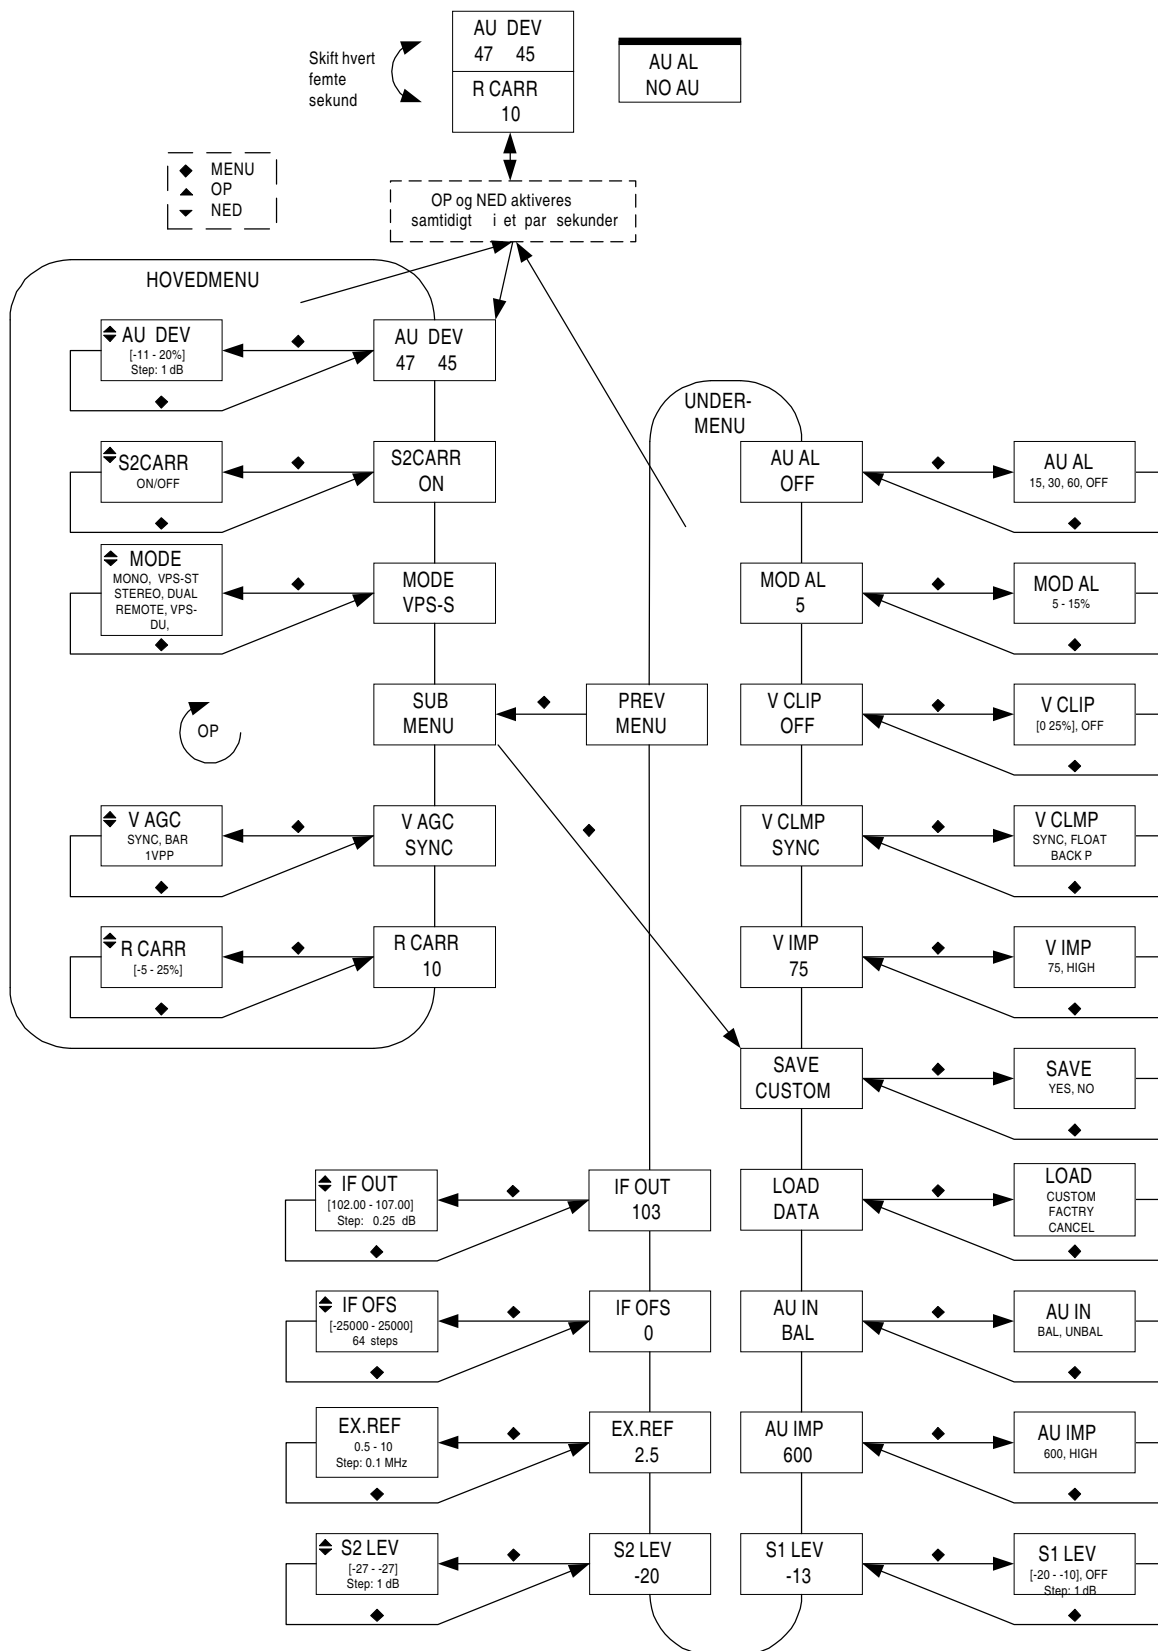

Fig. 5 Menustruktur
2. Derefter vil modulatorene stå i menupunktet AU DEV, som illustreret i fig. 5.
Menustrukturen er vist fig. 5.